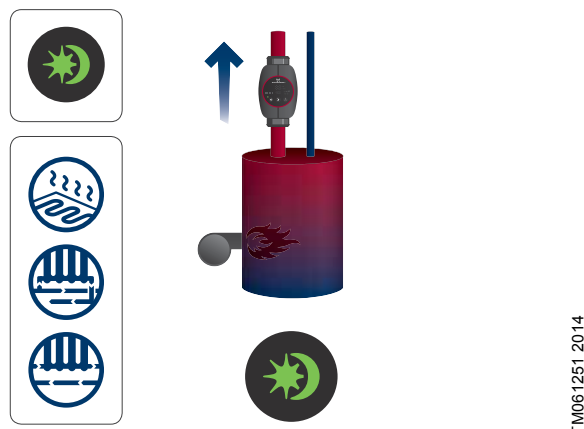

Fig. 22 Régime Réduction nuit automatique activé avec le voyant vert allumé
- Le circulateur doit être installé sur la tuyauterie de départ. Voir fig. 22, pos. A.
Le mode été est activé par une pression de 3 à 10 secondes du bouton du régime Réduction nuit automatique. Voir fig. 22.